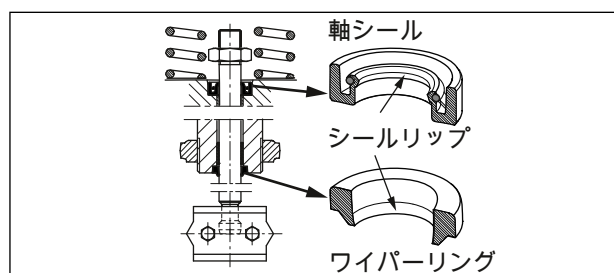

図 14: 軸シールとワイパーリングの調整
6. 適切な工具を用いて軸シールを取り付けます。軸シールを正確に調整してください (図 14 をご覧ください)。
6. 適切な工具を用いて軸シールを取り付けます。軸シールを正確に調整してください（図 14 をご覧ください）。